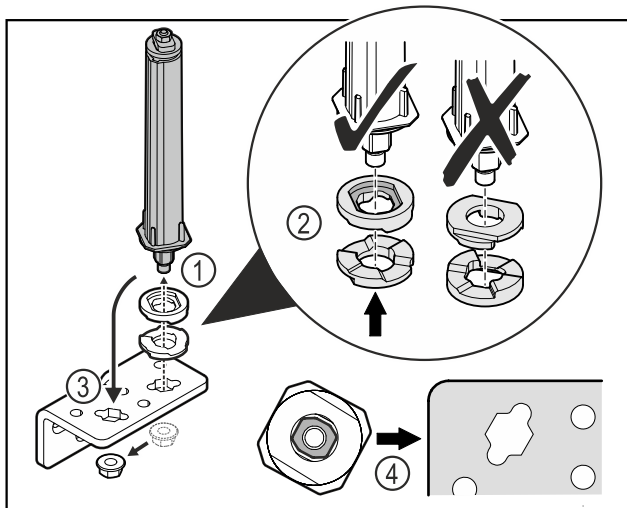

Fig. 29
- Mutter lösen und Türschließsystem entfernen Fig. 29 (1).
- Auf die korrekte Ausrichtung der Höhenverstelleichen achten Fig. 29 (2).
- Türschließsystem im Scharnierwinkel umsetzen und mit der Mutter fixieren Fig. 29 (3).
- Beim Einsetzen auf die korrekte Ausrichtung des Türschließsystems achten Fig. 29 (4).